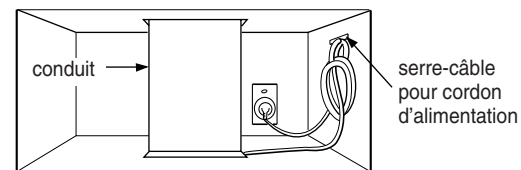

Figure 34
6. Utiliser le serre-câble pour regrouper le cordon d'alimentation. Poser le serre-câble à l'intérieur de l'armoire à l'aide d'une vis tel qu'indiqué à la figure 34.